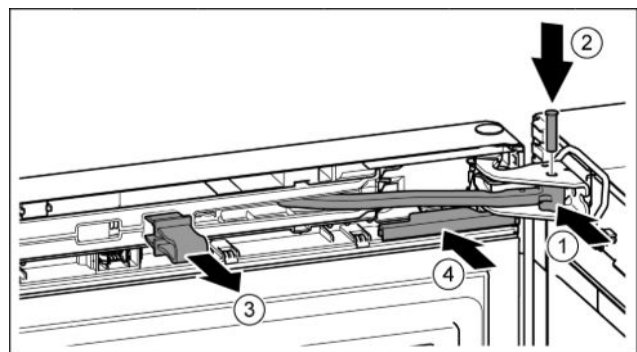

Fig. 45
- ▶ Повернуть шарнир в опорный кронштейн. Fig. 45 (1)
- ▶ Вставить палец в опорный кронштейн и шарнир. При этом следить за тем, чтобы выступ фиксатора занимал правильное положение в пазу. Fig. 45 (2)
- ▶ Снять предохранитель. Fig. 45 (3)
- ▶ Надвинуть крышку. Fig. 45 (4)